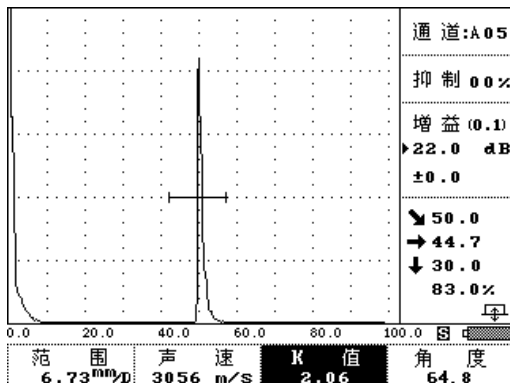

图 3-5-5
- ③ 按   键或左右转动旋钮来调节 K 值或探头角度。同时观察数据显示区的垂直距离显示。当垂直距离为 30mm 时，此时的 K 值或角度就是此斜探头的 K 值或探头角度。如图 3-5-5 所